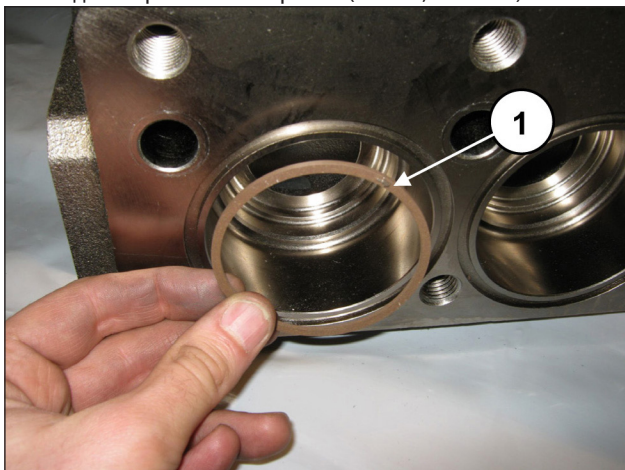

Рис. 153
На всасывании вставьте антиэкструзионное кольцо, поз. №6 на деталировочном чертеже (поз. ①, Рис. 153).